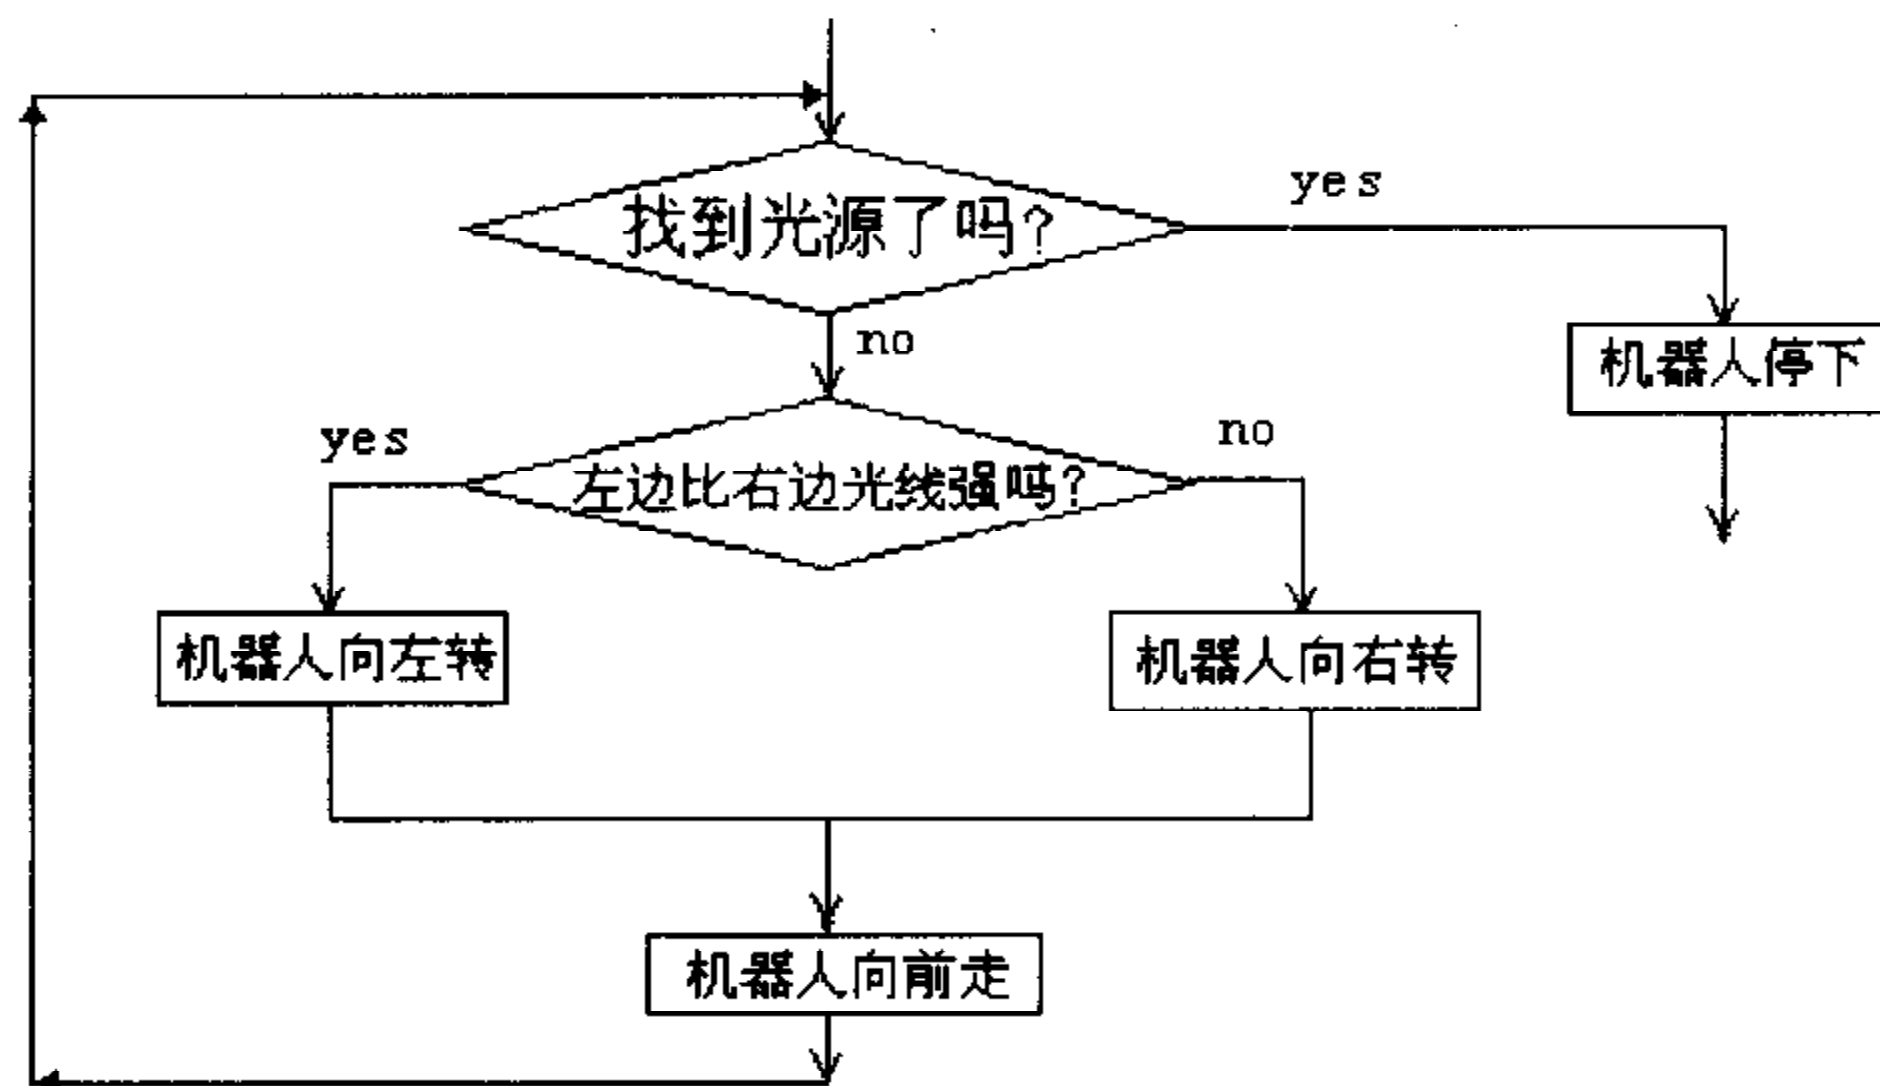

图 3.11 找光源流程图
- (3) “找光源”程序的部分流程图，如图 3.11 所示。
- (4) 按照任务、要求编写“找光源”的程序。
- (5) 调试程序，修正参数使程序的运行趋于合理。